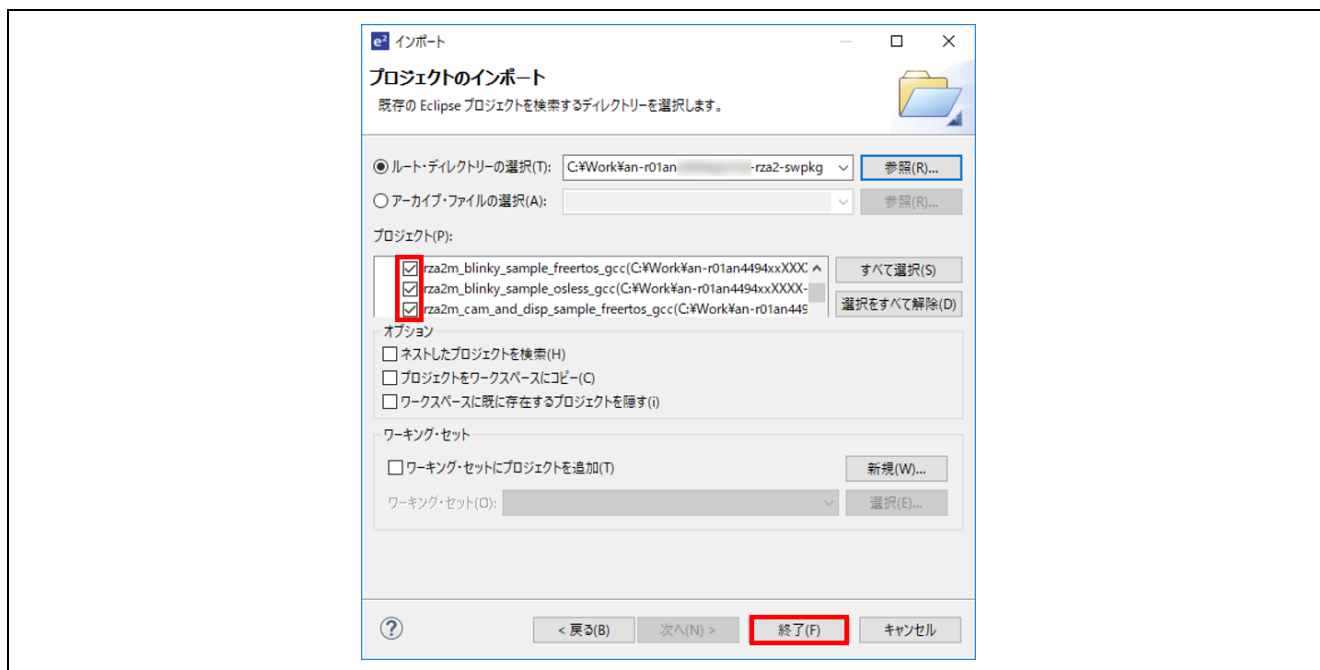

図 3-6 ターゲットプロジェクトのインポート
- ターゲットプロジェクトがチェックされていることを確認し "終了" ボタンをクリックします(図 3-6)。